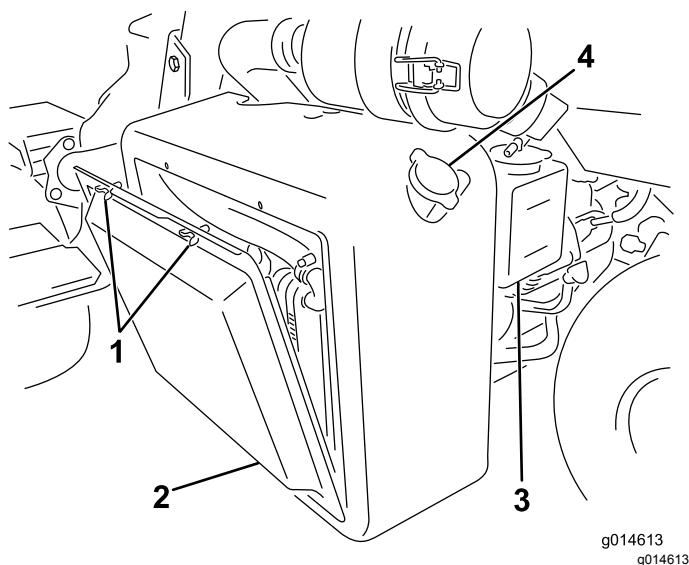
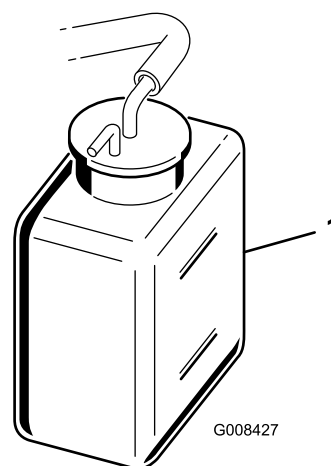

Рисунок 35
Рисунок 36
1. Снимите решетку радиатора (Рисунок 35).
2. Проверьте уровень охлаждающей жидкости (Рисунок 35 и Рисунок 36).